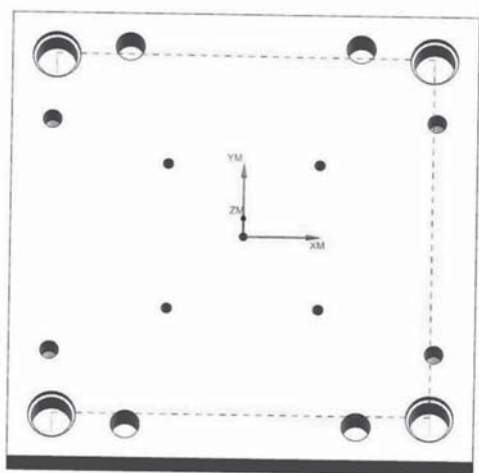

图 4-1-28 刀轨预览
(3) 在“工具”设置中，把刀具设置为“S35 (钻刀)”选项，单击  (生成) 图标，预览刀路，如图 4-1-28 所示。